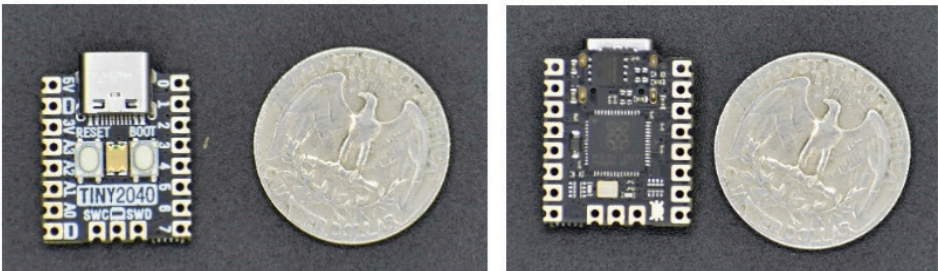

Рисунок 1.7. Pimoroni Tiny 2040
- **Pimoroni Tiny 2040.** Эта плата от Pimoroni (<https://bit.ly/3d9f7Tf>) размером примерно с четверть дюйма имеет 8 МБ флеш-памяти и RGB-светодиод. Универсальные зубчатые площадки выводов позволяют припаять его либо к разъему, либо непосредственно к пользовательской печатной плате. Мы должны отметить, что вам понадобится вырез в вашей плате, чтобы припаять таким образом модуль. Это связано с тем, что микроконтроллер в плате Tiny 2040 находится на нижней стороне, как показано на рис. 1.7. Мы далее проиллюстрируем установку этой платы на пользовательскую печатную плату.